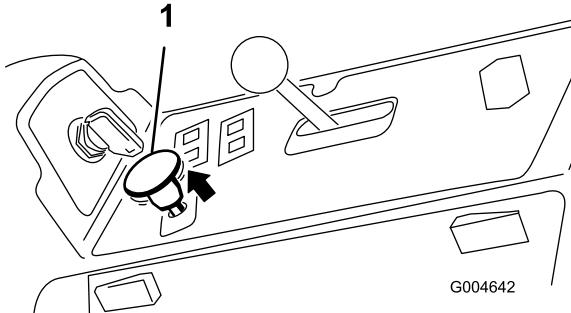

Figura 19
- Tire del mando de la toma de fuerza para engranarla (Figura 19).